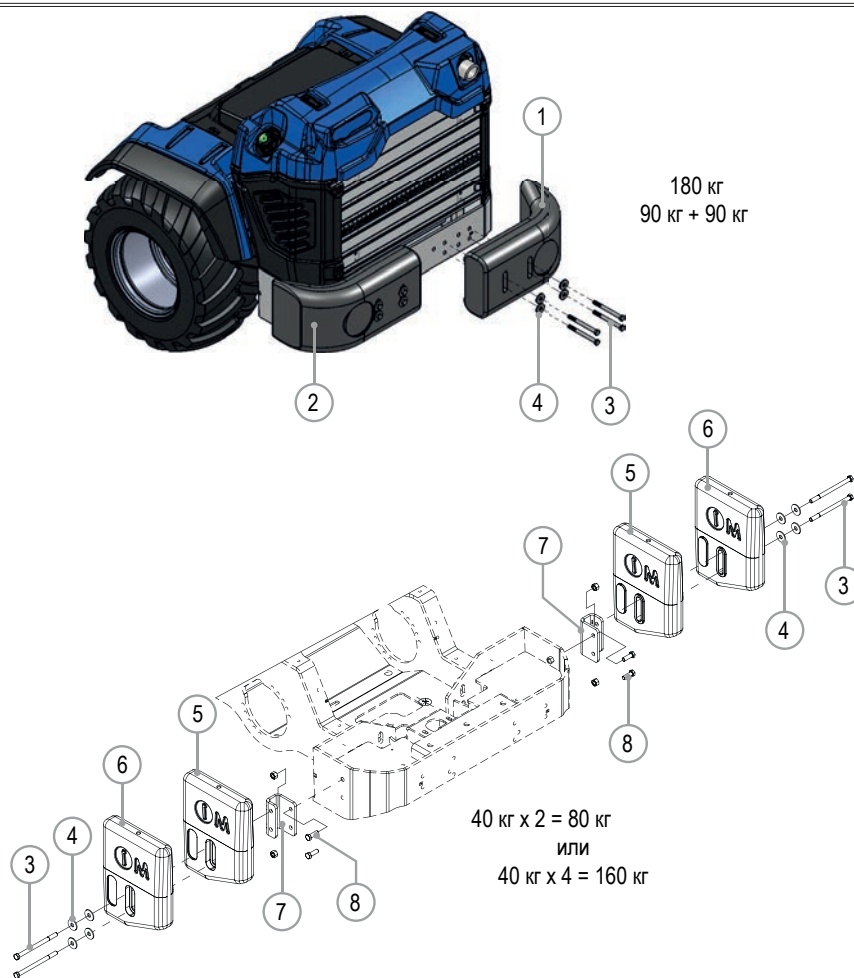

РИС. 66
- Комплект задних грузов весом 80 кг (40 кг x 2) можно установить на задней стороне бампера машины (РИС. 66 - Сс. 5).
- Комплект задних грузов весом 160 кг (40 кг x 4) можно установить на задней стороне бампера машины (РИС. 66 - Сс. 5 и 6).
- Комплект задних грузов весом 180 кг (90 кг x 2) можно установить на задней стороне бампера машины (РИС. 66 - Сс. 1 и 2). Для установки задних грузов весом 40 кг выполните следующие действия:
- 2) Установите поддерживающие скобы (РИС. 66 - Сс. 7) при помощи болтов (РИС. 66 - Сс. 8).
- 3) Используя подъемное устройство установите противовес (РИС. 66 - Сс. 5 и 6) на заднем бампере машины.
- 4) Закрепите противовес на бампере при помощи болтов и шайб (РИС. 66 - Сс. 3 и Сс. 4).
- 5) Повторите процедуру для второй части противовесов (РИС. 66 - Сс. 2).
- 2) Используя подъемное устройство установите противовес (РИС. 66 - Сс. 1) на заднем бампере машины.
- 3) Закрепите противовес на бампере при помощи болтов и шайб (РИС. 66 - Сс. 3 и Сс. 4).